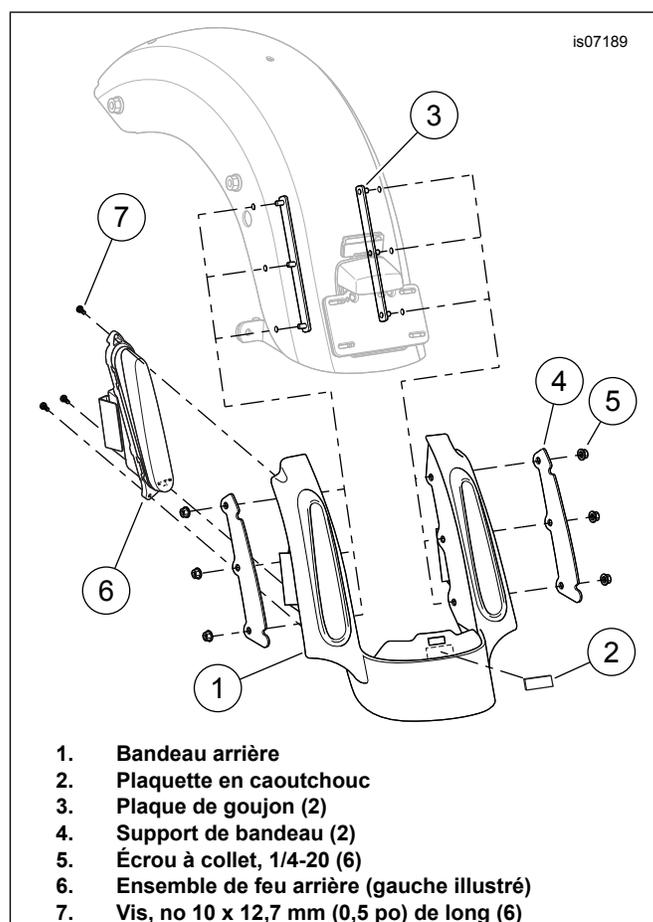
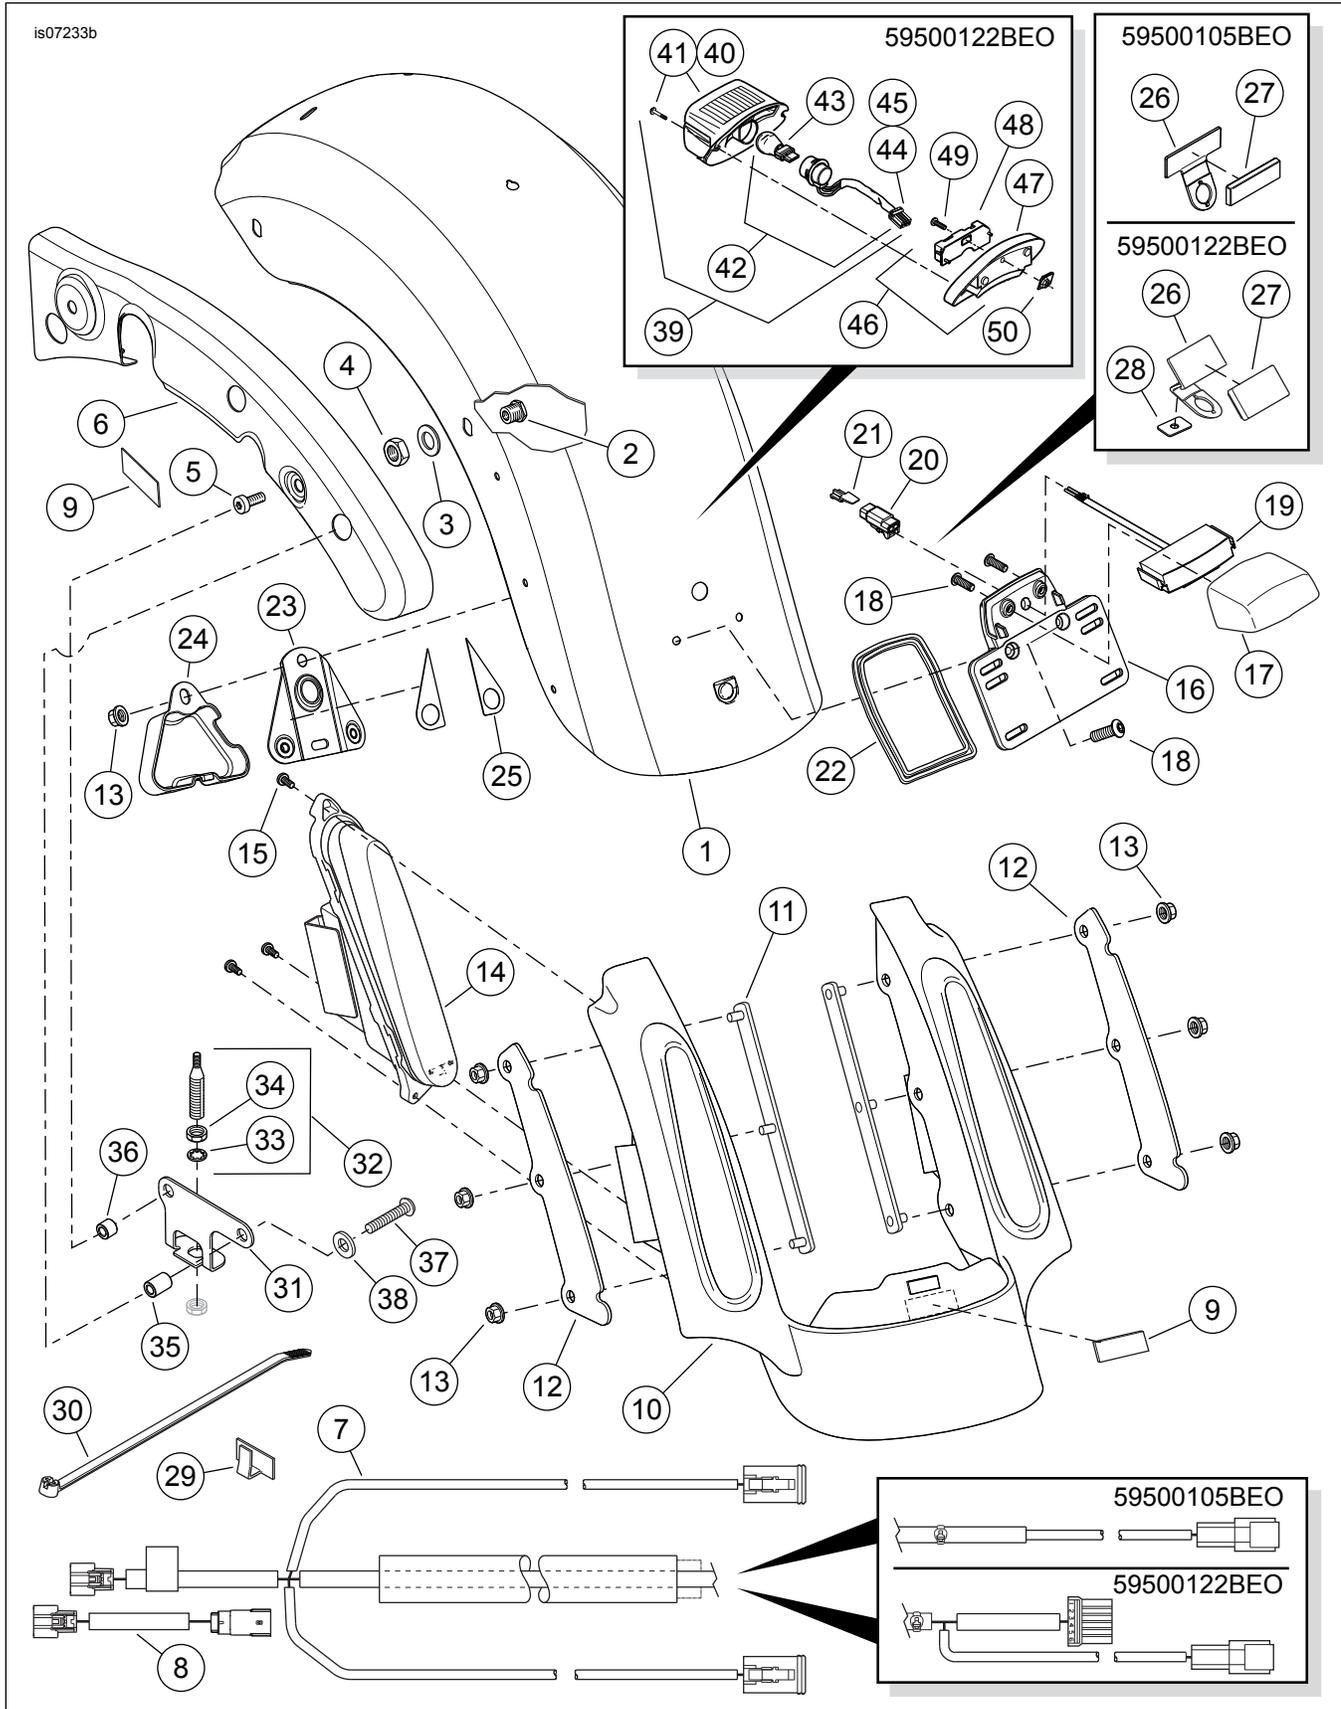

Figure 5. Installation de la plaque de bordure arrière
Figure 6. Pièces de rechange, kits de garde-boue arrière FL Touring de style CVO
2. Voir Figure 5. Retirer la doublure du support adhésif de la plaquette en caoutchouc 44 x 19 x 1 mm ( x in) (2). Positionner la plaquette au centre du bandeau (1), juste en dessous de la fente tel qu'illustré. Pousser fermement pour mettre en position.
3. Placer la plaque de bordure sous le bord arrière du garde-boue, alignant les trois trous de chaque côté de la plaque de bordure avec les trous correspondants dans le garde-boue. Insérer les trois goujons d'une plaque de goujon (3), d'en dessous le garde-boue, par les trous dans le garde-boue et la plaque de bordure sur un côté.
1. Voir Figure 6. Déconnecter le câble d'antenne de l'ensemble de base d'antenne.
6. Utiliser le nouveau support d'antenne (31), les nouvelles entretoises (35 et 36), les nouvelles vis (37), les nouvelles rondelles plates (38) et le nouvel ensemble de base d'antenne (31).
7. Positionner le support d'antenne près des supports de garde-boue, comme illustré dans la Figure 5, et fixer le support aux supports de garde-boue :
- a. Monter la rondelle mince (38) sur les filets de vis.
- c. Glisser les entretoises sur les filets dépassant du support. Bien noter les longueurs d'entretoise. Se reporter à la Figure 5.
8. Installer la rondelle-frein à dents intérieure (33) du kit sur le grand filetage de la base d'antenne (32), sous l'écrou hexagonal (34). Introduire la base d'antenne à travers le trou dans le support de montage d'antenne.
9. Installer le deuxième écrou hexagonal (34) sur le filetage de la base d'antenne. Placer une clé sur l'écrou supérieur et serrer l'écrou inférieur à un couple de 8 N·m (6 ft-lbs).
12. Visser solidement l'ensemble du mât d'antenne sur la base d'antenne (31).
2. Voir Figure 6. Prendre quatre vis de montage de garde-boue de 5/16-18 x 25,4 mm (1 in) de long (5) du kit. Installer sans serrer une vis par la barre de châssis arrière dans le bossage de montage du garde-boue le plus postérieur de chaque côté.
9. **Modèles FLHTCU/SE** : Installer les couvercles de support de garde-boue chromés retirés précédemment. **TOUS les modèles sauf FLHTCU/FLHTCUSE** : Voir Figure 6. Installer les couvercles de support de garde-boue peints avec une couche de finition (6) du kit.